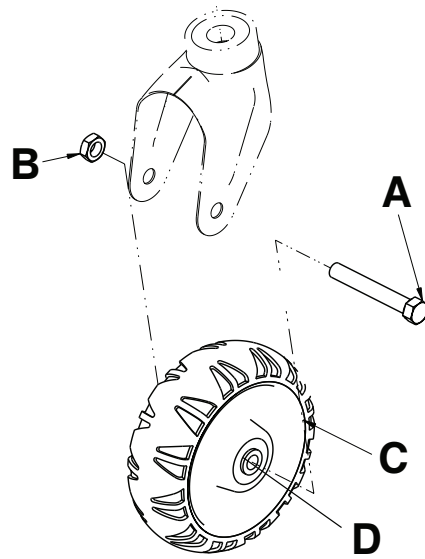

Figura 4 – Roata țârgii fără capacele pentru roată
2. Folosind o cheie tubulară de 5/8" cu cheie cu clichet de 3/8" și o cheie combinată de 11/16", scoateți șurubul cu cap hexagonal (A) și piulița (B) care fixează roata (C) pe furca roții (Figura 4). Se află pe partea dreaptă a pacientului, la capătul pentru picioare al țârgii și se folosește împreună cu ansamblul de ghidaj al roții instalat. Păstrați șurubul. Aruncați piulița.
3. Scoateți și aruncați cei doi rulmenți (D) din roată (Figura 4).